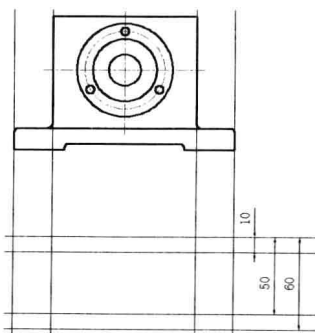

图 11-1-8
(8) 单击“绘图”面板名称,展开面板,单击“构造线”按钮,捕捉并单击主视图中的端点,绘制垂直和水平构造线,并使用偏移和复制命令创建水平构造线的复制品,如图11-1-8所示。